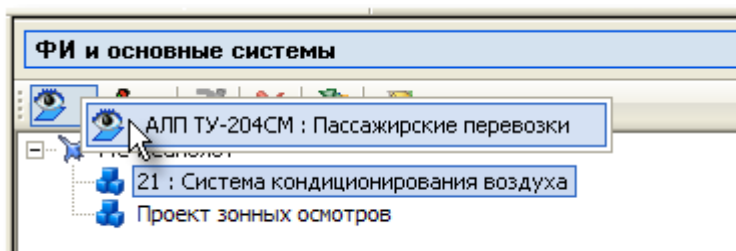

Рис. 1-5
- В раскрывающемся меню кнопки **Просмотр** , расположенной на панели инструментов, выберите анализируемый проект АЛП (рис. 1-5).